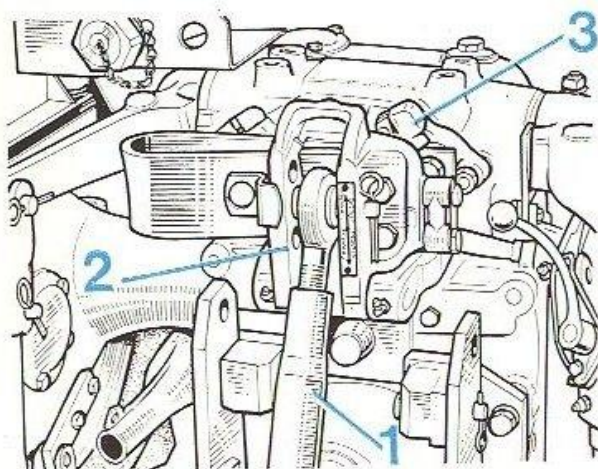

FIG. 5
- le coin de verrouillage (3) (fig. 5) est libéré.